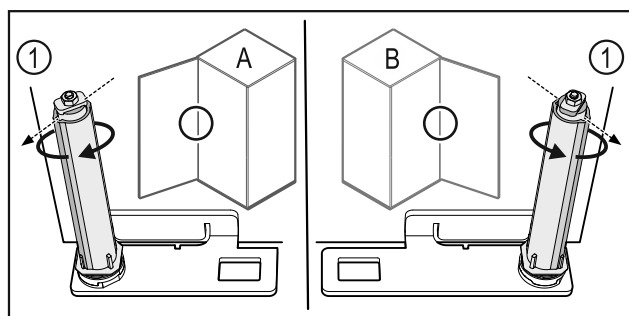

Fig. 56 Levo omejilo (A) / desno omejilo (B)
- ▶ Obrnite zaporni sistem proti uporu, dokler ni mostiček zapornega sistema Fig. 56 (1) obrnjen navzven.